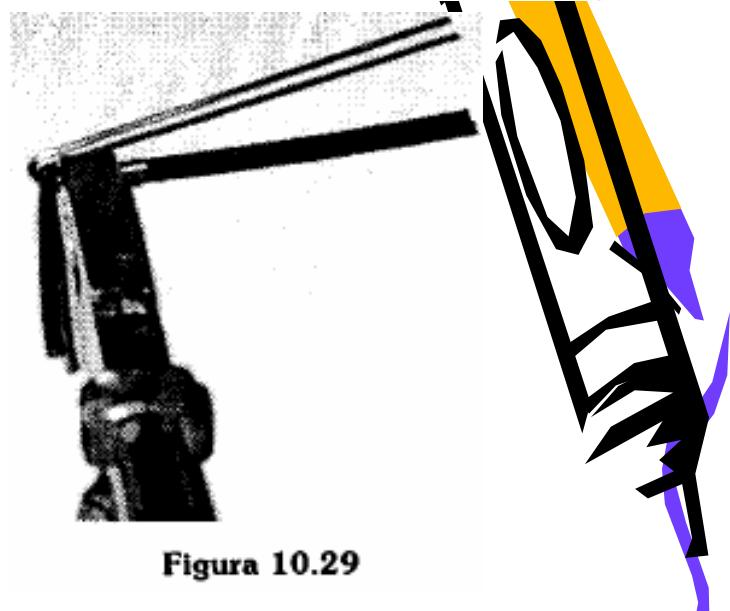

Figura 10.29
4. Com auxílio de um alicate universalobre o condutor rígido sobre o flexível (**figura 10.29**).